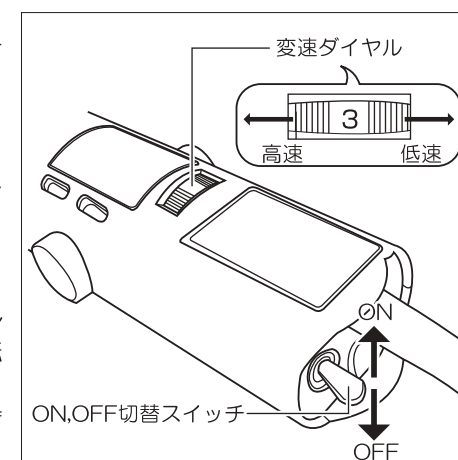

図8
- 本機後部にある、ON・OFF切り替えスイッチをON側に倒すとスイッチが入り、OFF側に倒すとスイッチが切れます。(図8参照)
■変速ダイヤルの操作(図8参照)
- 変速ダイヤルは、①～⑥までの6段階でスピードを調節することができます。
- ダイヤル番号①が低速で⑥番が高速になります。
- ④低速での連続作業は、モーターに強い負荷がかかり故障の原因になります。